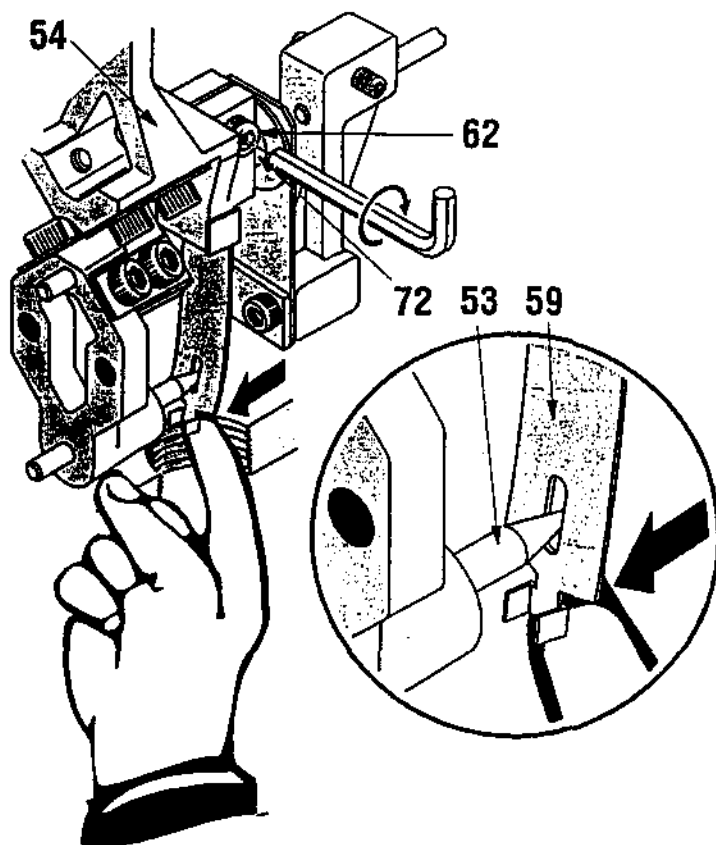

Рис. 15.
h. Наблюдая через боковое отверстие, убедитесь, что винт (62) соединительного хомута балансира (54) ослаблен. Нажимая пальцем через резьбовое отверстие в нижней части корпуса на пластину (59), проверьте возможность балансира перемещаться слева направо. При этом величина на дисплее должна изменяться соответственно. Штифт (72) должен свободно вращаться в соединительном хомуте балансира.
i. Наблюдайте за механизмом через боковое отверстие и, изгибая пластину (59) в сторону лицевой части корпуса, совместите овальное отверстие пластины с конусом штифта (53) (см. рис. 15). Обратите внимание